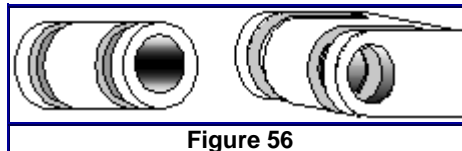

Figure 56
- Les câbles agissent en frottement sur l'écarteur, il est nécessaire de faciliter leur **glissement** l'un contre l'autre et contre l'écarteur par l'adjonction d'une pièce limitant les frictions. (Figure 56)